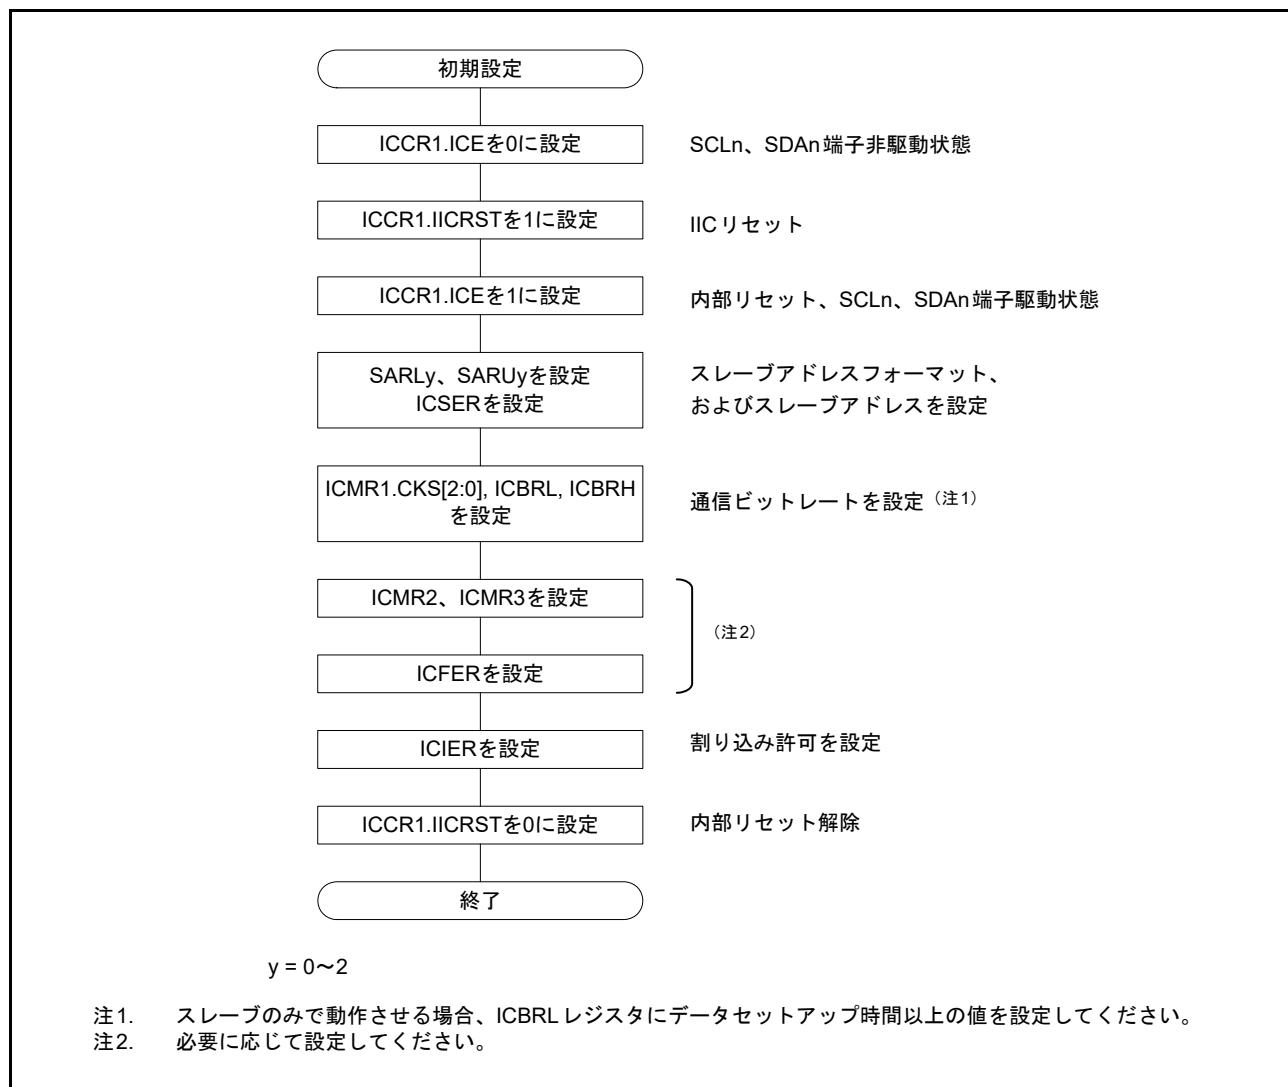

図 30.5 IIC の初期化フローチャート例
データの送受信を開始する前に、図 30.5 に示す手順に従って IIC を初期化してください。
4. SARLy、SARUy、ICSER、ICMR1、ICBRH、ICBRL の各レジスタ ( $y = 0 \sim 2$ ) を設定します。必要に応じて、それ以外のレジスタも設定します。IIC の初期設定については、図 30.5 を参照してください。